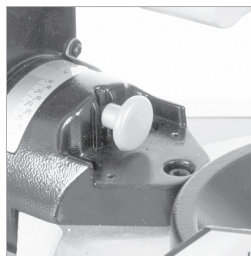

Fig. 35
- Saque el seguro de bisel derecho. (**Fig. 35**). Gire el seguro un cuarto de vuelta para mantenerlo desenclavado (posición externa).